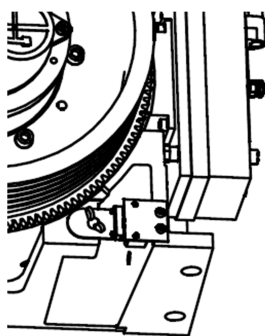

图 19 恢复原状
5. 盘车后按装配顺序还原各零部件状态，确保装好盘车开关插件，恢复至盘车前状态（见 P7 图 19）。